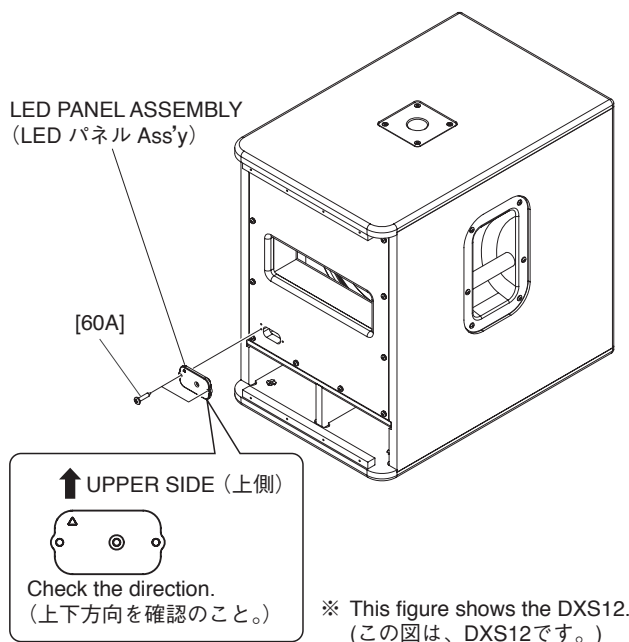

Fig. A-2 (図A-2)
A-2-2 Remove the two (2) screws marked [60A]. The LED panel assembly can then be removed. (Fig. A-2)
\* **When installing the LED panel assembly, check the direction. (Fig. A-2)**
A-2-2 [60A] のネジ 2 本を外して、LED パネル Ass'y を外します。(図 A-2)
※ LED パネル Ass'y を取り付けるときは、上下方向を確認してください。(図 A-2)